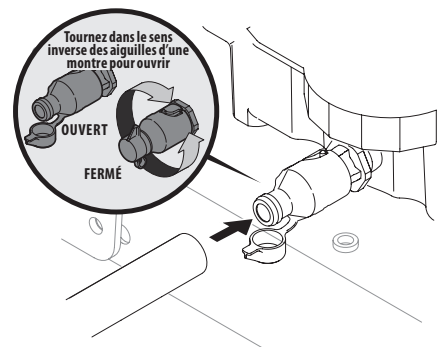

Figure 22
4. Retirez le capuchon protecteur de la soupape de vidange. Voir Figure 22.